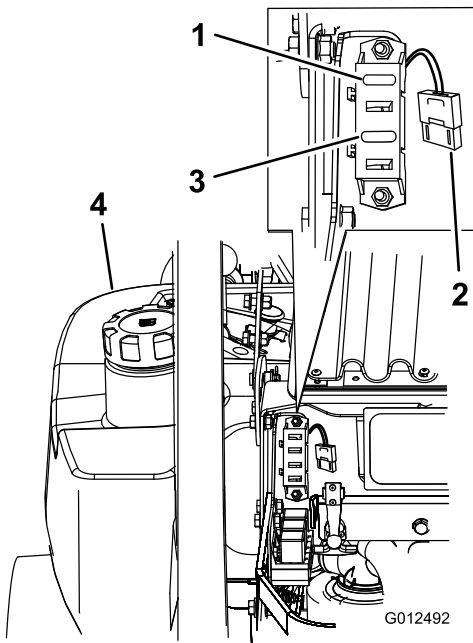

Figura 56
1. Desenganche el capó del motor y levántelo para tener acceso al portafusibles (Figura 56).
3. Instale un fusible nuevo (Figura 56).